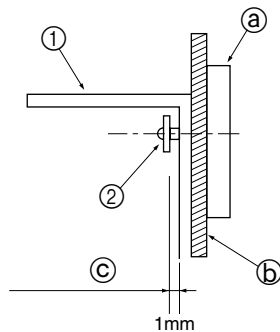

Fig. 3-4
- Bevestig de beugel eerst aan de muur en draai hierna de schroef aan zodat de beugel op en neer kan worden geschoven. (Fig. 3-4)
- ① Beveiligingsbeugel
- ② Zelftappende schroef
- ③ Fries
- ④ Materiaal van de muur
- ⑤ Ruimte van circa 1 mm